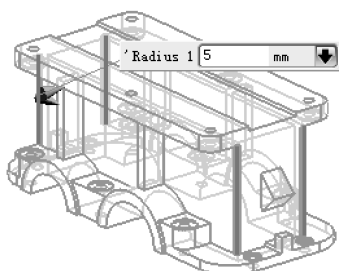

图 4-115 创建直径为 5 的圆角
**24** 使用【边倒圆】工具，选择如图 4-115 所示的边，倒出直径为 5 的圆角特征。